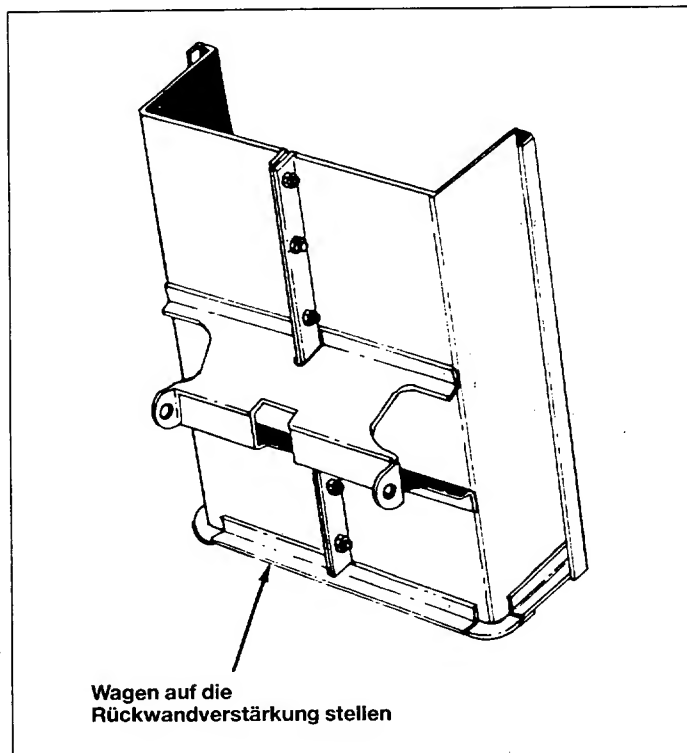

Bild 7
12. Wagen hochheben und auf die Rückwandverstärkung stellen. Montage nach Schritt 13 bis 21 fortsetzen. Siehe Bild 7.